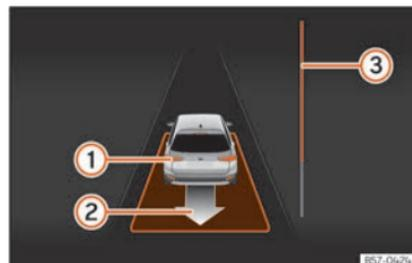

Abb. 190 Am Bildschirm des Kombi-Instruments: parallel zur Fahrbahn ausparken.
- Fahren Sie rückwärts, bis das Dauertonsignal des ParkPilot ertönt; **ODER:** fahren Sie zurück, bis am Bildschirm des Kombi-Instruments die Anzeige zur Vorwärtsfahrt erscheint. Die Fortschrittsanzeige »» **Abb. 190**  zeigt den zurückzulegenden Abstand an »» **Seite 289.**